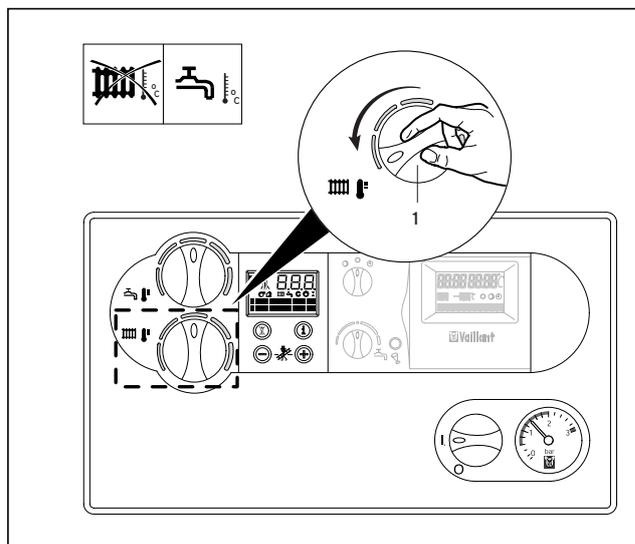

Fig. 3.12 Disinserimento del riscaldamento (funzionamento estivo)
- Ruotare la manopola (1) di regolazione della temperatura di mandata riscaldamento completamente verso sinistra (fig. 3.12).